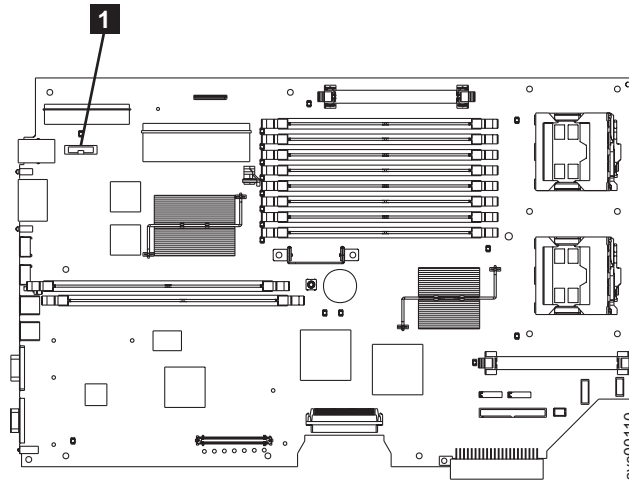

図 148. SAN ボリューム・コントローラー 2145-8F2 または SAN ボリューム・コントローラー 2145-8F4 上の CMOS バッテリーの位置
1. 新しいバッテリーをバッテリー・ソケットに挿入します。図 148 は、バッテリー・ソケットの位置 (1) を示しています。